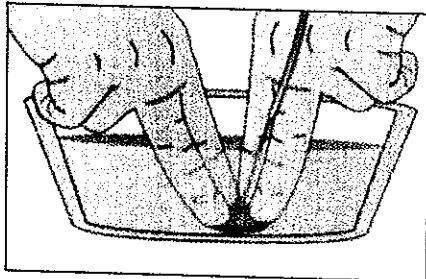

Fig. 09
- Presione el dispositivo (D) dentro de una solución heparinizada (1UI/ml) para remover burbujas de aire de las membranas (Fig. 09).